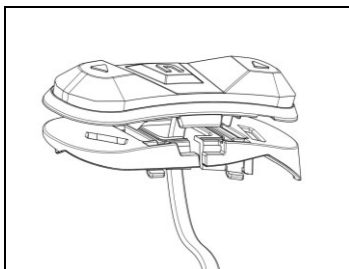
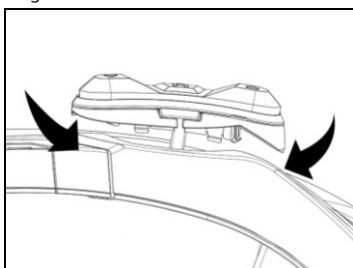

Fig. 19
Fig. 20
- Rotar el soporte teclado hasta colocarlo según la Fig. 19 y engancharlo en el teclado (Fig. 20).